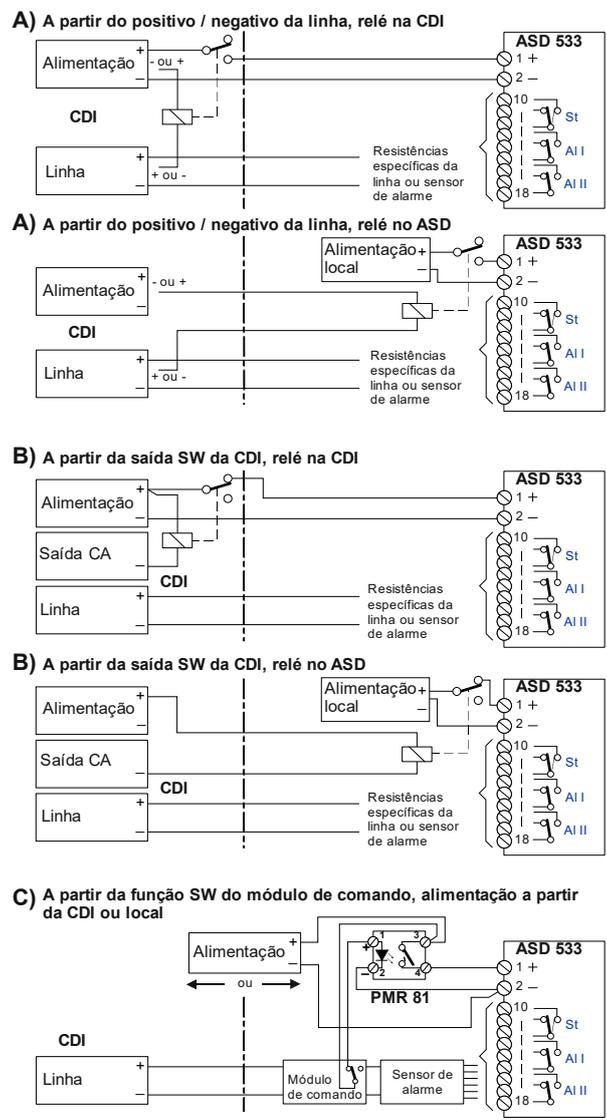

Fig. 34 Comando através da alimentação com relé
A ativação do relé auxiliar pode decorrer da seguinte forma (ver a Fig. 34):
- Os elementos de proteção CEM na entrada do sistema eletrónico do ASD causam um pico de corrente durante um curto período ao aplicar-se tensão de alimentação (5 A/1 ms). Isto pode levar à aglutinação de contactos de relé ao utilizar o relé auxiliar com uma capacidade de carga de 1 A. Por isso, é **fundamental** utilizar relés auxiliares com uma capacidade de carga **superior a 1 A** – p. ex., relé do semicondutor PMR 81 (ver a Fig. 34 C)).